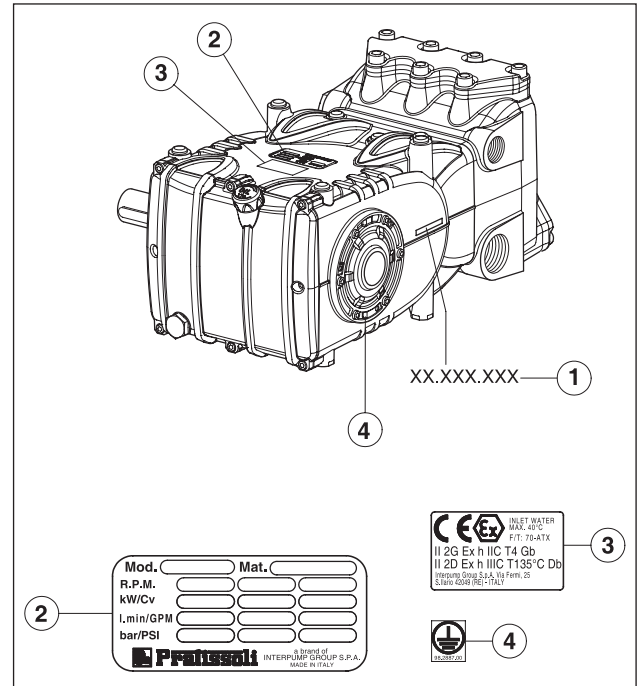

图1
每个泵都有自己的序列号 XX.XXX.XXX（见①）和识别标牌（见②，图1），其上标示：